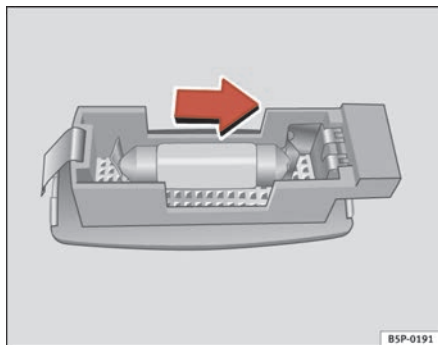

Abb. 203 Ausbau der Leuchte in der Sonnenblende
- Das Lampenglas mit einem Schraubenzieher vorsichtig an der Vertiefung heraushebeln, wie dies der Pfeil zeigt ⇒ Abb. 203.
⇒ Abb. 203. ■